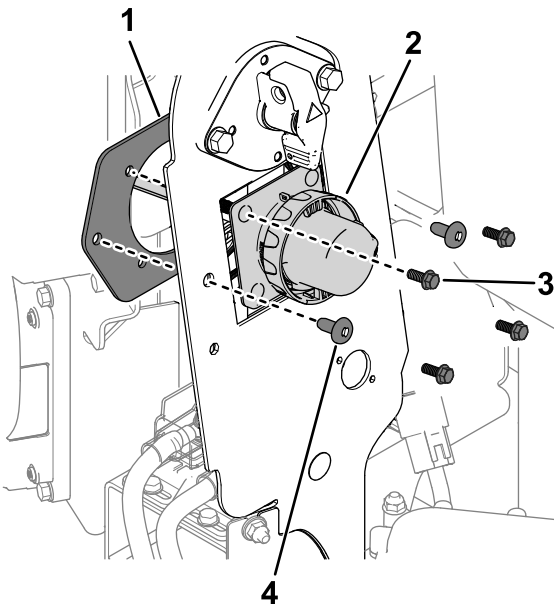

Bild 2
- 2. Entfernen Sie die Befestigungselemente, mit denen der Anschluss des Ladegeräts und die Anschlussplatte an der Rahmenplatte befestigt sind (Bild 2).